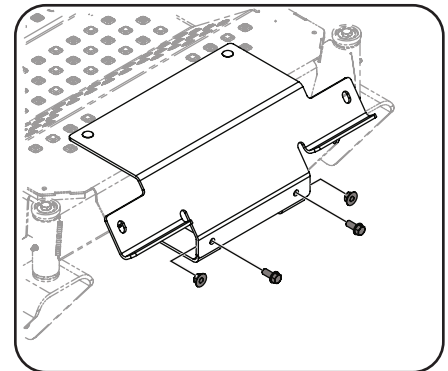

Figure 4-21
5. Fixez le support supérieur et les supports inférieurs avec deux boulons (710-04482) et deux écrous (712-04217). Voir Figure 4-21.